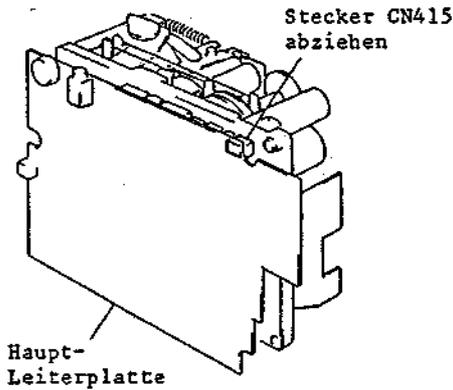

Abb. 2-43 Ausbau des Audio/Synchronkopfes
3-4 Ausbau des Audio/Synchronkopfes (Abb. 2-43, 2-44)
2. Den Stecker CN415 abziehen (siehe Abb. 2-43).